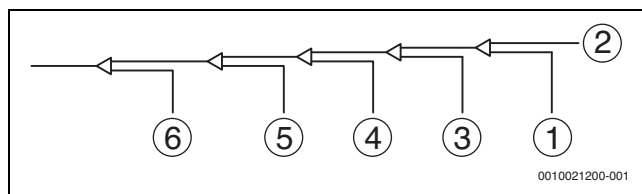

Bild 17
8. Die übrigen Öffnungen in derselben Weise spülen. Dabei der Reihenfolge nach von Inneneinheit A in Richtung der Außeneinheiten arbeiten. Siehe Abb. 17.